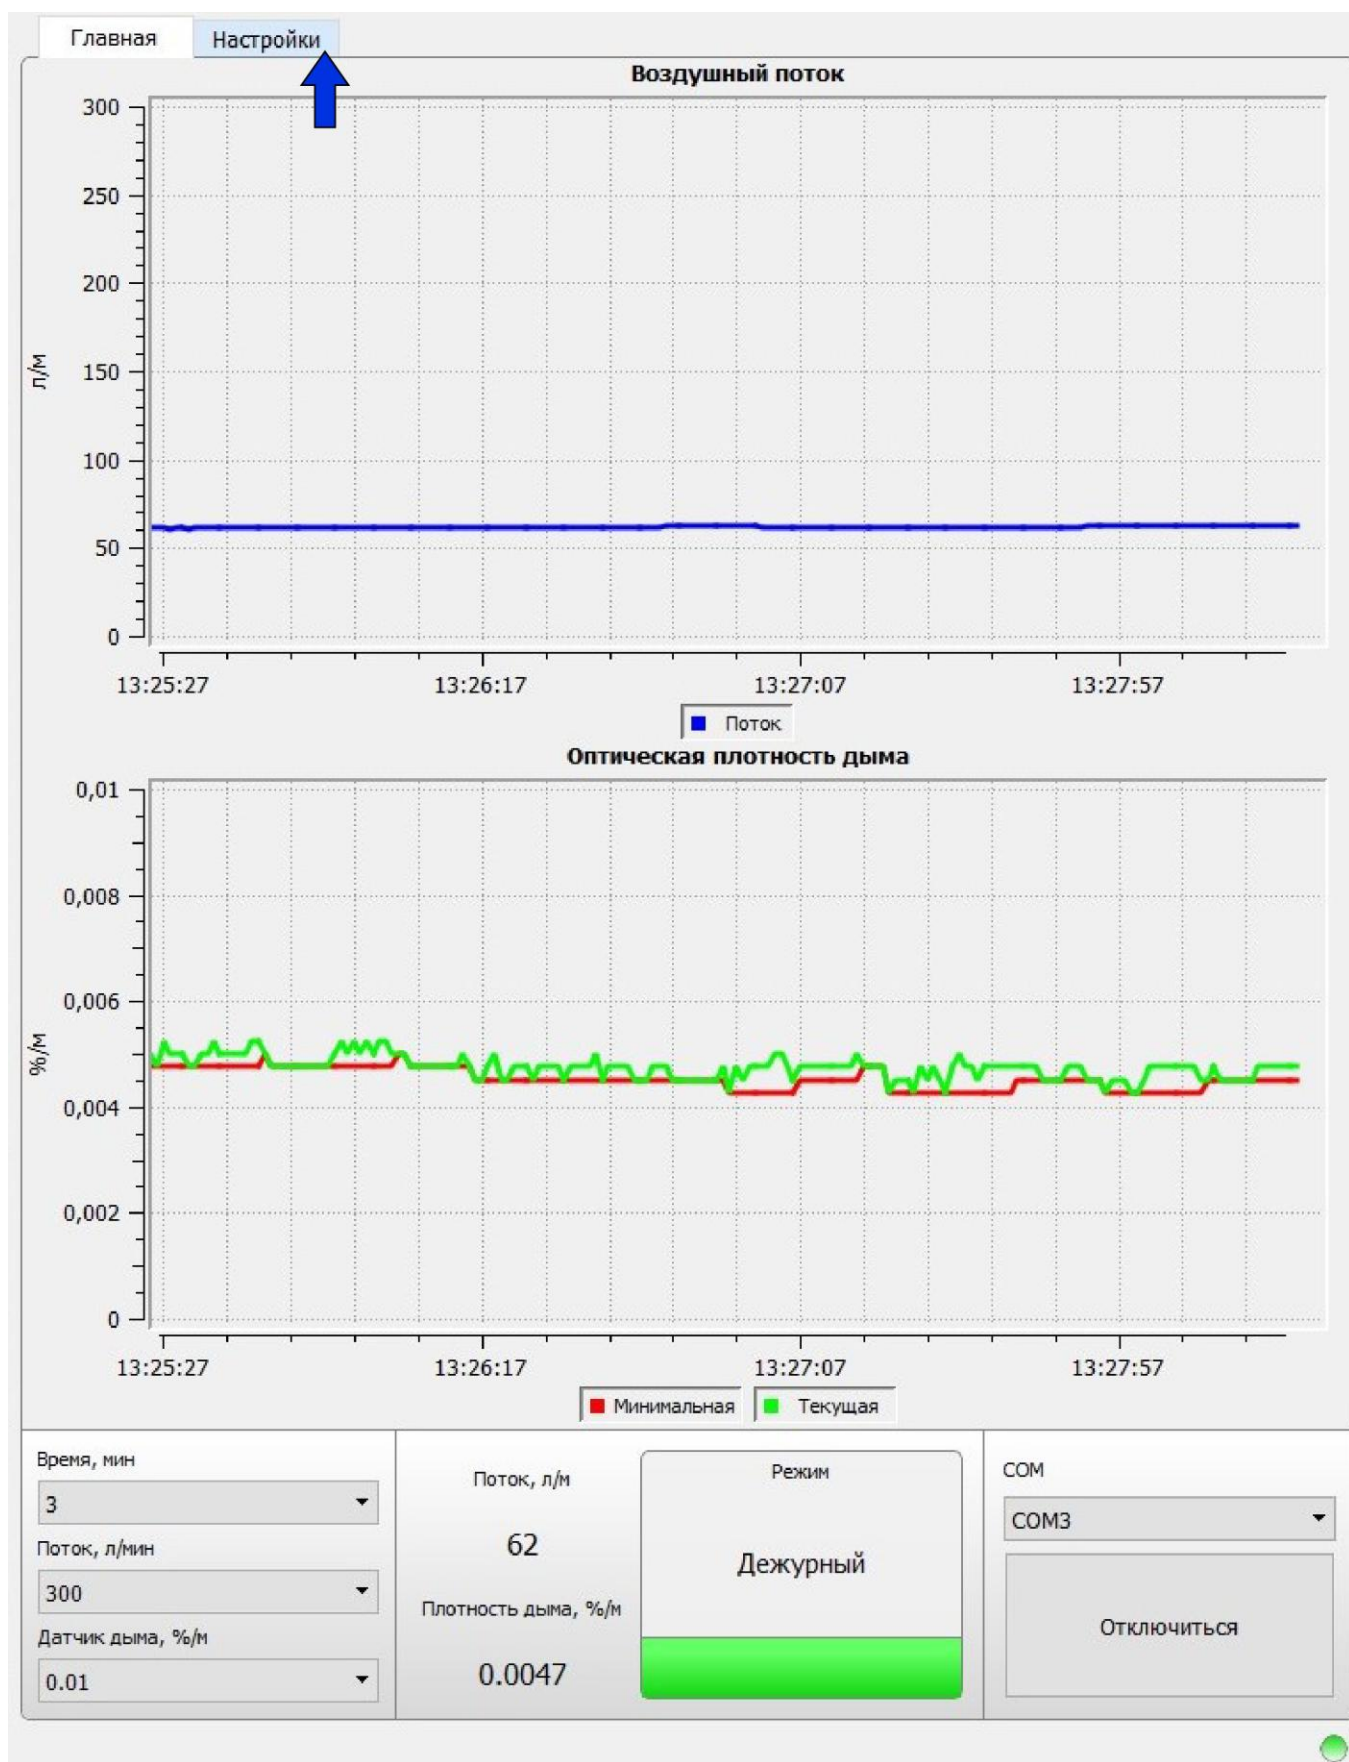
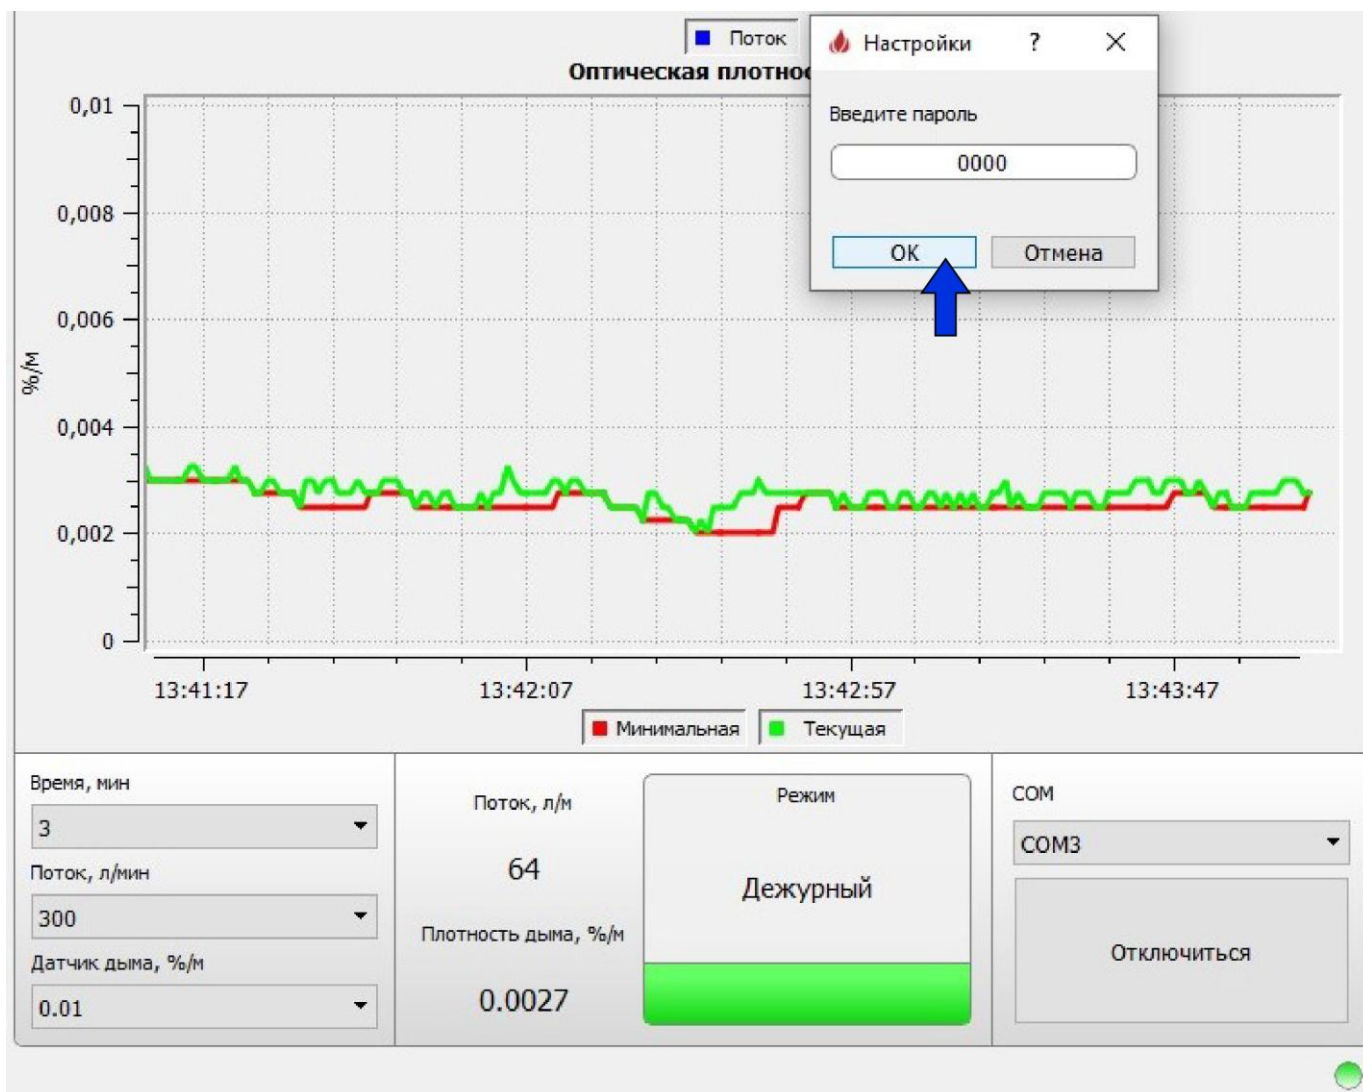
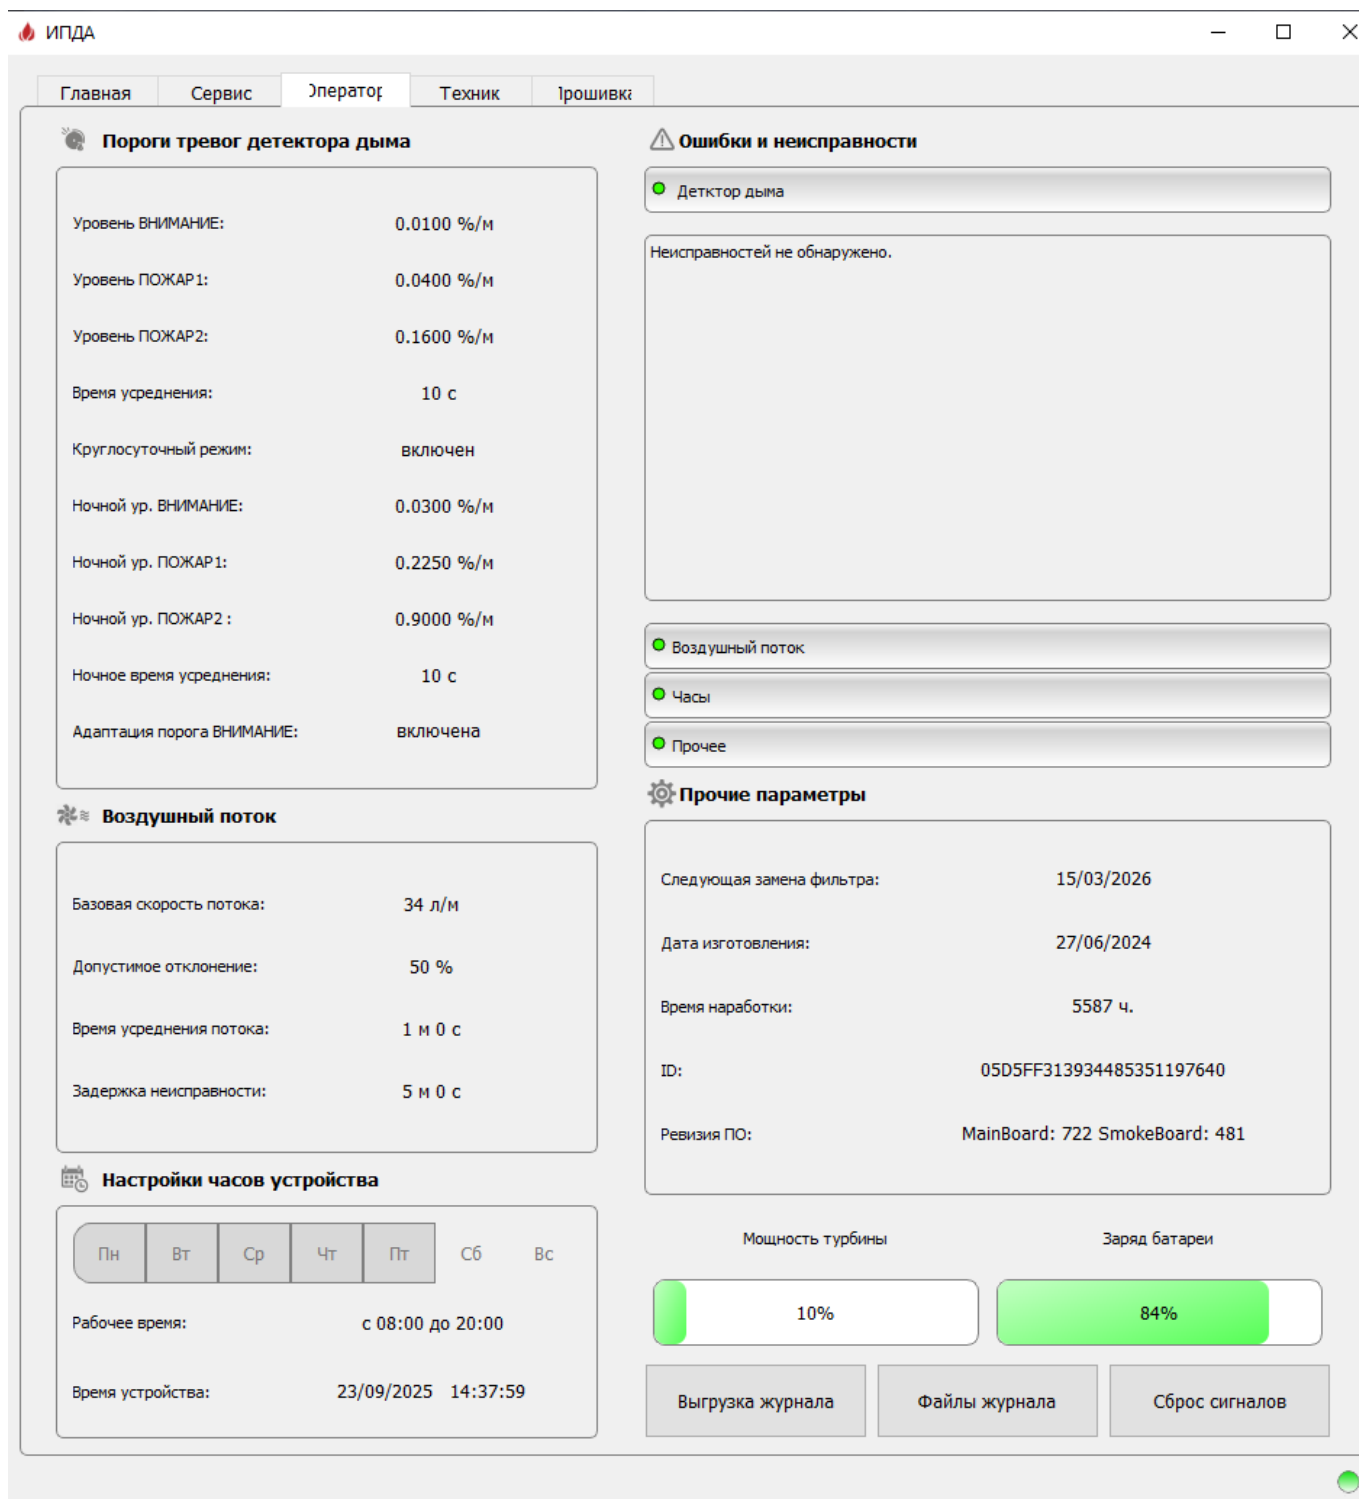

Рисунок 11 – Главное окно программы NewIPDA
Рисунок 12 – Ввод пароля «ОПЕРАТОР»
Рисунок 13 – Окно программы NewIPDA «Оператор»
4.9 При подключении извещателя к компьютеру и запуске программы NewIPDA загружается главная закладка, на которой отображаются в графическом и в цифровом виде текущие уровни удельной оптической плотности и воздушного потока (рис. 11).
Для просмотра запрограммированных параметров извещателя необходимо активировать закладку «Настройки» (рис. 11), ввести в окно пароль оператора 0000 (рис. 12) и открыть закладку «Оператор» (рис. 13).